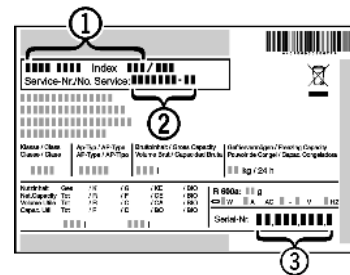

Fig. 9
- ▶ Odczytać z tabliczki znamionowej ozna- czenie urządzenia Fig. 9 (1), nr serwi- sowy Fig. 9 (2) oraz numer seryjny Fig. 9 (3). Tabliczka znamionowa znajduje się po lewej stronie wewnątrz urządzenia.
- ▶ Poinformować serwis i podać opis zakłócenia, oznaczenie urządzenia Fig. 9 (1), nr serwisowy Fig. 9 (2) oraz numer seryjny Fig. 9 (3).